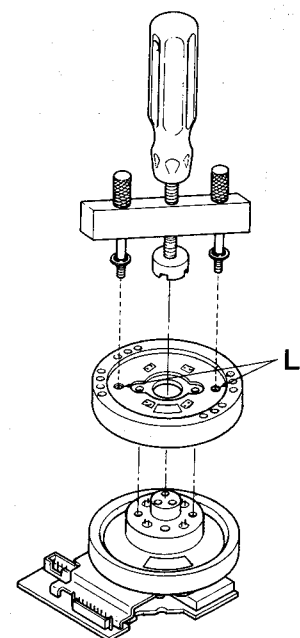

Fig. 11
- Gegebenenfalls Kopfscheiben-Abziehvorrichtung verwenden (Fig. 11). Hierzu die Abziehvorrichtung in den Gewindelöchern "L" der Kopfscheibe befestigen und den Handgriff im Uhrzeigersinn drehen bis die Kopfscheibe von der Achse abgezogen ist.
- If necessary use the head wheel extractor (Fig. 11). For this locate the extractor into the holes "L" drilled in the head wheel and rotate the handle in the clockwise direction until the head wheel is pulled off the shaft.